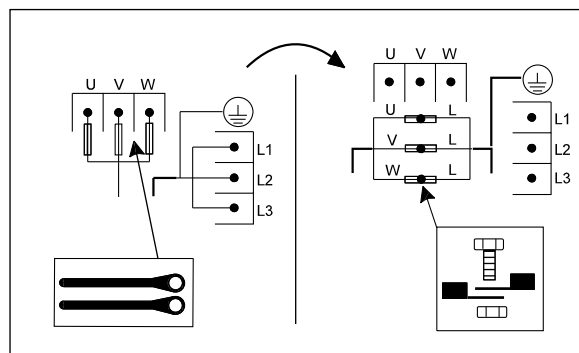

Fig. 45 Cum se comută o pompă E de pe funcționare normală pe funcționare de urgență
3. Conectați conductorii ca în fig. 45.